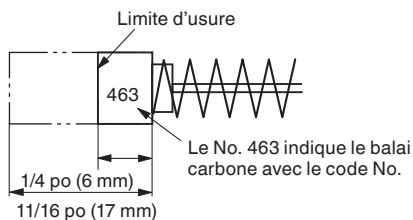
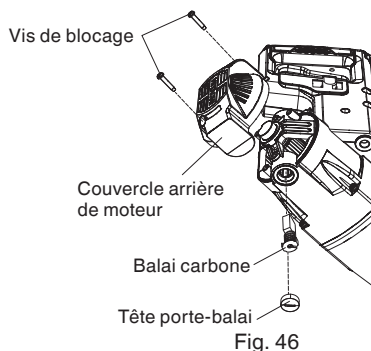

Fig. 45
Fig. 46
### 2. Inspecter les balais carbone (Fig. 45 et Fig. 46)
En conséquence, inspecter périodiquement les balais en carbone et les remplacer lorsqu'ils ont atteint la limite d'usure comme indiqué à la Fig. 45.
**REMARQUE:** Lors du remplacement des balais carbone, utiliser uniquement des balais carbone metabo HPT avec le No. de code « 463 » (voir Fig. 45). Si vous utilisez d'autres balais carbone, le frein électrique ne fonctionnera pas.